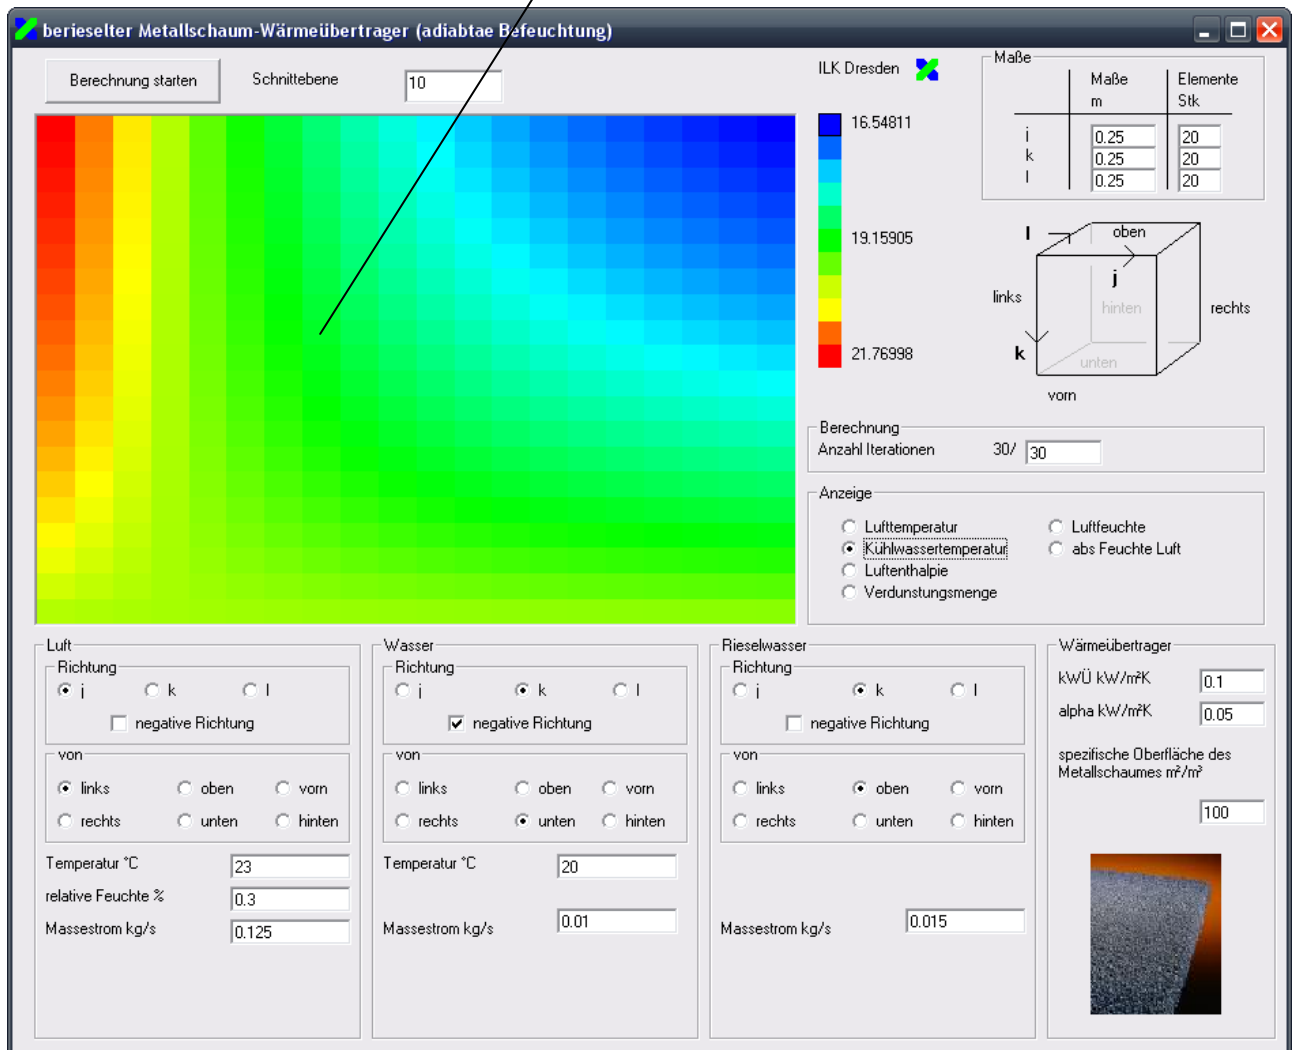

Bild 8 Darstellung der Ergebnisse
Das Ergebnis der Berechnung wird für jeden Iterationsschritt im Display angezeigt (siehe Bild 8). Anzeigt wird stets die j, k- Ebene in der Tiefe der eingegebenen Schnittebene (I). Bei einer Element-Anzahl von 20 für I ist für die Betrachtung der Mitte bei Schnittebene eine 10 einzugeben. Bereits während der Berechnung können sowohl die Schnittebene als auch die angezeigte Größe (siehe Bild 8) verändert werden. In Abhängigkeit von der Rechenleistung kann es zu geringfügigen Verzögerungen kommen.